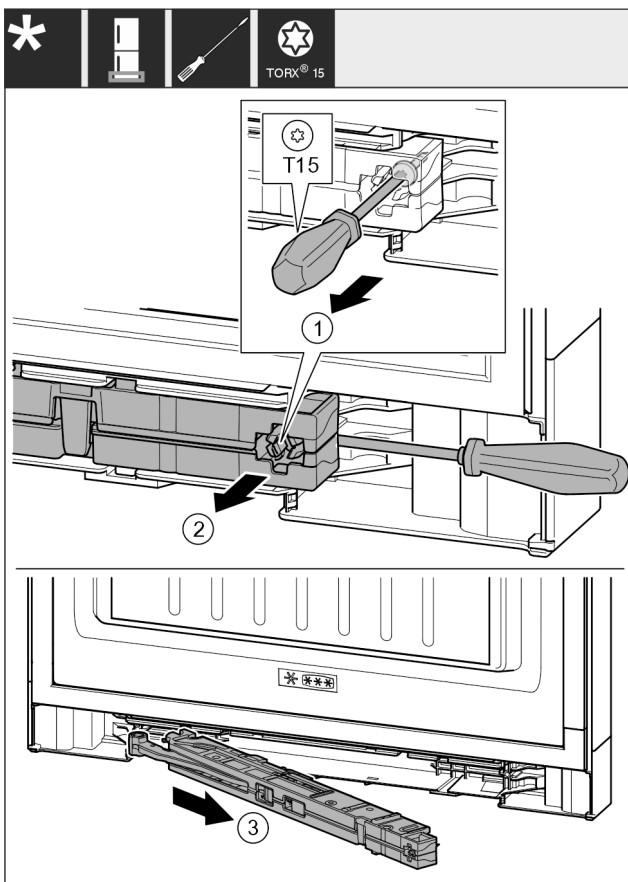

Fig. 17
- ▶ Atskrūvējiet durvju amortizatora mezgla skrūvi ar skrūvgriezi T15 apm. 14 mm. Fig. 17 (1)
- ▶ Ievietojiet skrūvgriezi no roktura puses aiz durvju amortizatora mezgla. Pagrieziet mezglu uz priekšu. Fig. 17 (2)
- ▶ Izvelciet mezglu. Fig. 17 (3)